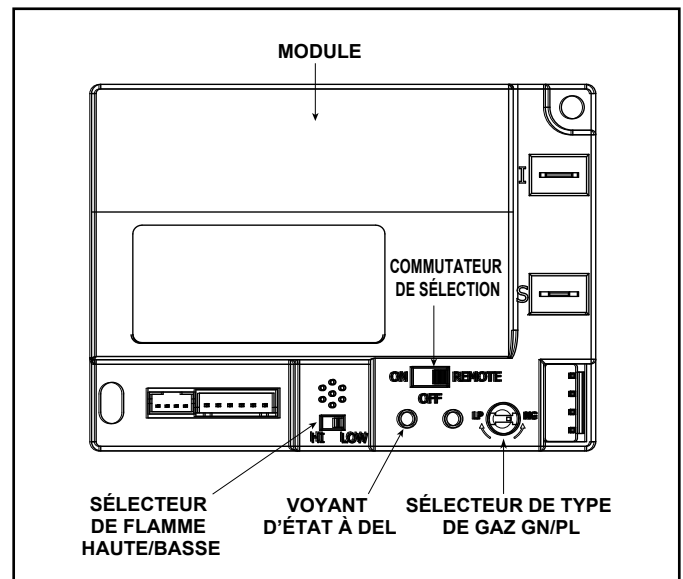

Figure 2.4 Module de commande
1. Le module de commande est équipé d'un commutateur de sélection ON/OFF/REMOTE qui doit être réglé. Voir la figure 2.4.
2. Si un interrupteur mural câblé est utilisé quand le mode REMOTE du module est activé, la hauteur des flammes peut être réglée au moyen du commutateur de sélection HI/LO (HAUT/BAS) du module. Voir la figure 2.4. Notez que le commutateur de sélection de flamme HI/LO est désactivé une fois que la télécommande en option (RC300) sera programmée pour utiliser le module de commande. Notez que le module de commande allume toujours le foyer sur HI (HAUT) et continue à utiliser ce réglage pendant les 10 premières secondes de fonctionnement. Si le commutateur HI/LO est sur la position LO (BAS), la hauteur des flammes descendra automatiquement au minimum après 10 secondes. Une fois ces 10 secondes écoulées, la hauteur de la flamme peut être ajustée entre HI et LO au moyen du commutateur.
- Trouvez le commutateur de sélection du module. (Voir la figure 2.4.)
- Attendez cinq (5) minutes afin de permettre le dégagement de tout gaz qui aurait pu s'accumuler.